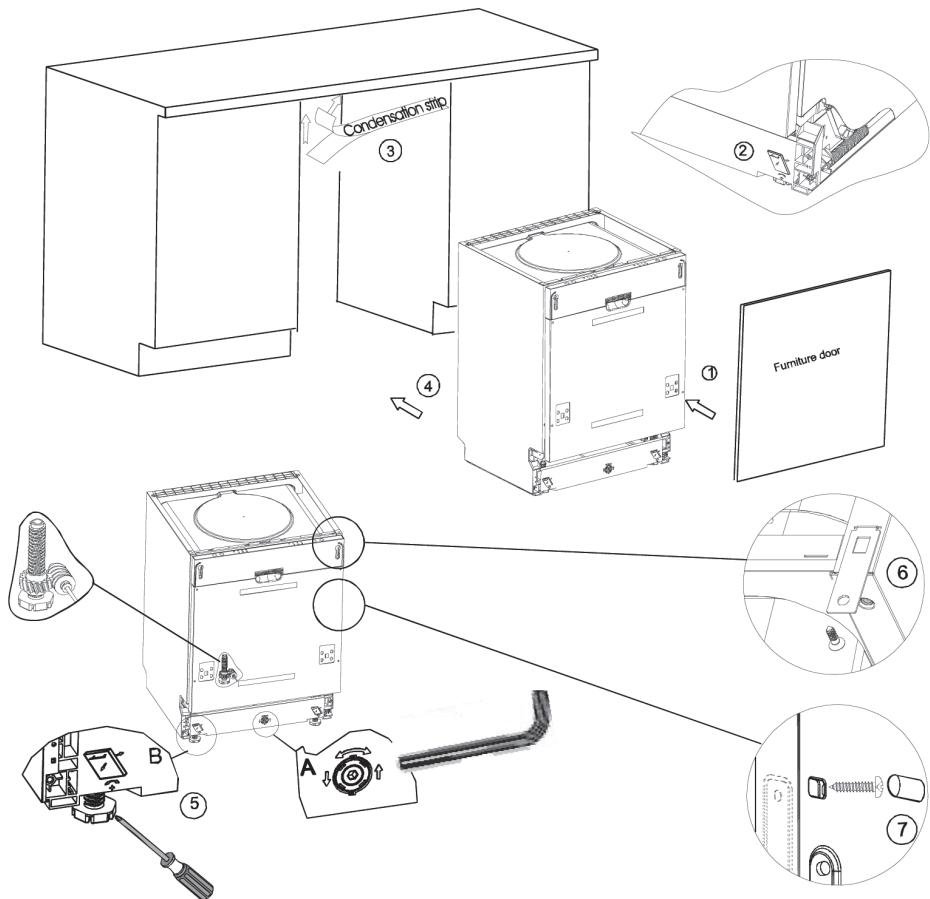

Рис. 7. Последовательность установки посудомоечной машины
1. Используя скобы, прикрепите декоративную дверцу от вашей мебели к дверце машины (см. п. 1 на рис. 7).
2. Отрегулируйте натяжение пружин дверцы при помощи торцевого ключа, поворачивая его по часовой стрелке для натяжения пружины и против часовой стрелки для того, чтобы ослабить пружины дверцы. Невыполнение данной операции может привести к повреждению посудомоечной машины (см. п. 2 на рис. 7).
6. Поместите посудомоечную машину на направляющие (см. п.4 на рис. 7).
9. Выровняйте машину. Задние ножки можно регулировать винтами, расположенным спереди (см. п. 6а на рис. 7). С помощью ключа отрегулируйте передние ножки (см. п. 6в на рис. 7).
A. Если у Вас столешница из дерева или ДСП, прикрутите машину к ней шурупами по дереву, будьте осторожны, вес машины может вырвать шурупы из дерева (см. п. 7 на рис. 7).
B. Если у Вас мраморная или гранитная столешница используйте скобы, чтобы прикрепить машину к стенам соседней мебели, при этом необходимо закрыть винты резиновыми шляпками, чтобы не повредить столешницу (см. п. 8 на рис. 7).
2. Машина разработана так, чтобы пользователь мог регулировать ножки, используя винты в передней части (см. рис. 7).